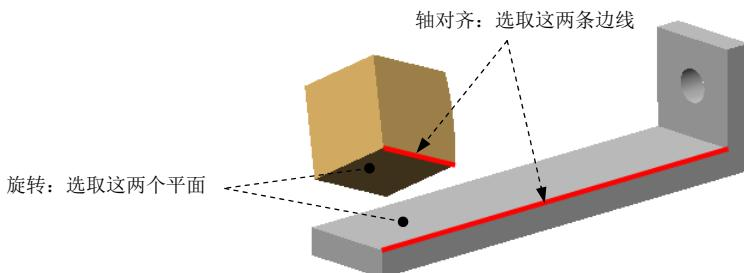
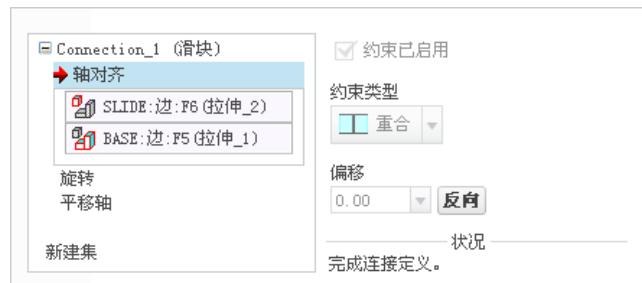

图 7.6.2 创建滑块 (Slider) 连接
图 7.6.3 “放置”界面
Step4. 引入第二个元件 SLIDE.prt，并将其调整到图 7.6.2 所示的位置。
(1) 在连接列表中选取 滑块 选项，此时系统弹出“元件放置”操控板，单击操控板菜单中的 放置 选项卡。
(2) 定义“轴对齐”约束。分别选取图 7.6.2 所示的两条边线为“轴对齐”约束参考，此时 放置 界面如图 7.6.3 所示。
(3) 定义“旋转”约束。分别选取图 7.6.2 所示的两个表面为“旋转”约束参考，此时